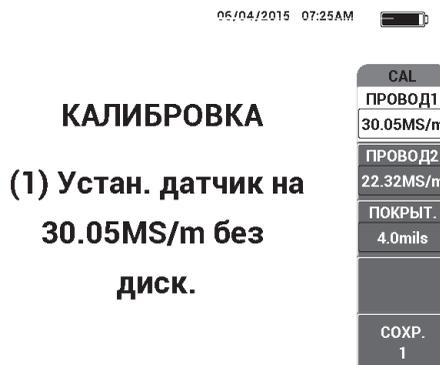

Рис. 5-49 Отображаемая инструкция (1) после принятия PowerLink
- При запросе, выберите **ПРОДОЛЖ.** (клавиша A) для принятия информации PowerLink (см. Рис. 5-49 на стр. 171).